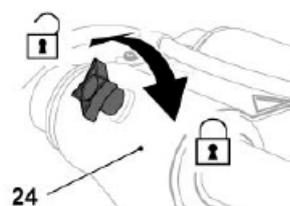

Fig. 27
- > Desserrez le bouton de verrouillage du chariot [24], de manière à ce que la tête de coupe puisse coulisser librement (Fig. 27).